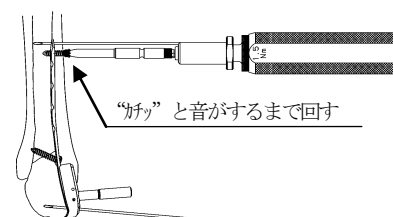

図13
13) ヘクスローブ 15 パワービンドライバー後端にトルクリミッターハンドル15 を接続し、軸芯を傾けないよう、選択した長さの3.5 ロッキングスクリューを挿入します。(図13)